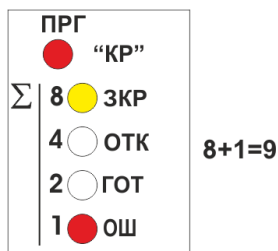

Рисунок 7 - Пример индикации значения уставки =9
1.9.3 В режиме изменения уставки светодиоды **ЗКР(8), ОТК(4), ГОТ(2), ОШ(1)** отображают в двоично-десятичном формате значение уставки от 0 до 15, которое вычисляется как сумма разрядов (8, 4, 2, 1) горящих светодиодов. Пример на рис.7.